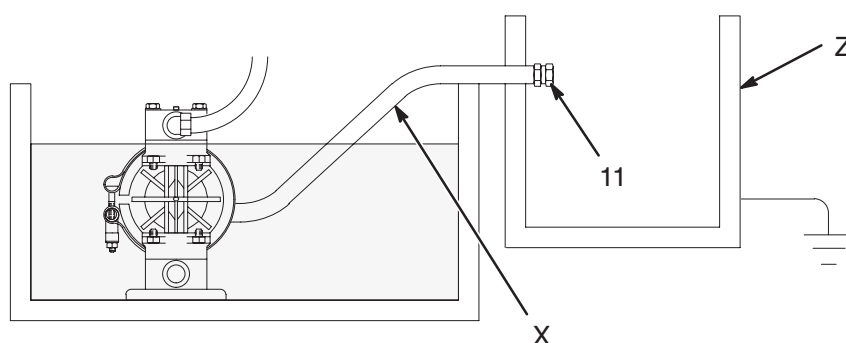

Abb. 8
Bei Membranriß wird das gepumpte Material mit der Luft abgeleitet. An das Ende der Abluftleitung einen geeigneten Behälter stellen, um das Material aufzufangen. Siehe Abb. 8.
2. Einen geerdeten Luftschlauch (X) anschließen und den Schalldämpfer mit dem anderen Ende des Schlauchs verbinden. Der Abluftschlauch muß einen Innendurchmesser von mindestens 10 mm (3/8") besitzen. Wenn ein Schlauch benötigt wird, der länger als 4,57 m ist, muß der Durchmesser entsprechend größer sein. Scharfe Krümmungen und Knicke im Schlauch vermeiden.
3. Einen Behälter (Z) an das Ende der Abluftleitung stellen, um Material aufzufangen, falls eine Membran reißt. Wenn das Material brennbar ist, den Behälter erden. Siehe Abb. 8.